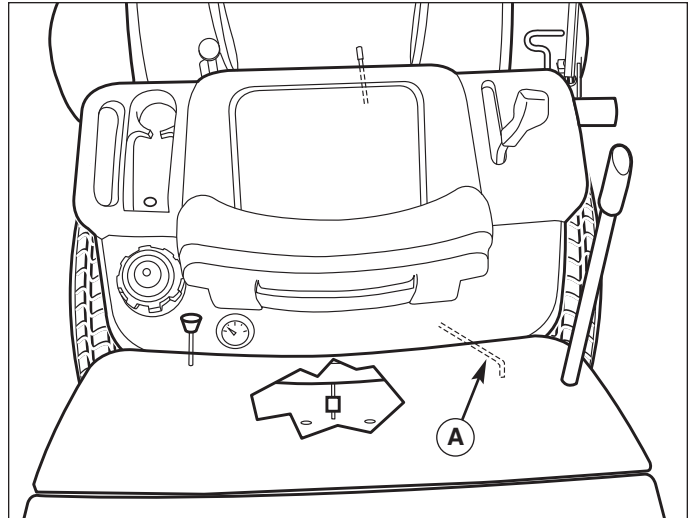

Figure 34.1. Levier de relâchement de la transmission (2WD)
4. Tout en maintenant appuyée cette pédale de marche avant, engager et désengager le levier de valve de relâchement de la transmission (A, Figure 34.1 et 34.2) plusieurs fois.